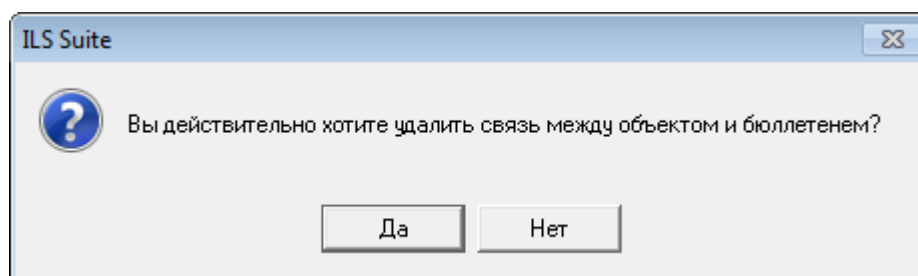

Рис. 14-19 – Подтвердить намерение удалить связь бюллетеня с компонентом
5) В появившемся окне нажать кнопку «Да», чтобы подтвердить действие (рис. 14-19).